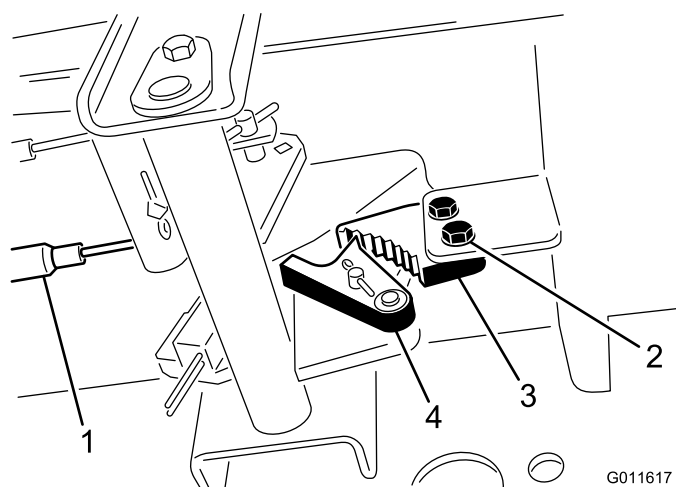

Figure 47
1. Desserrez les 2 vis qui fixent le cliquet du frein de stationnement au cadre (Figure 47).
2. Appuyez sur l'avant de la pédale du frein de stationnement jusqu'à ce que le verrou s'engage complètement sur le cliquet du frein (Figure 47).